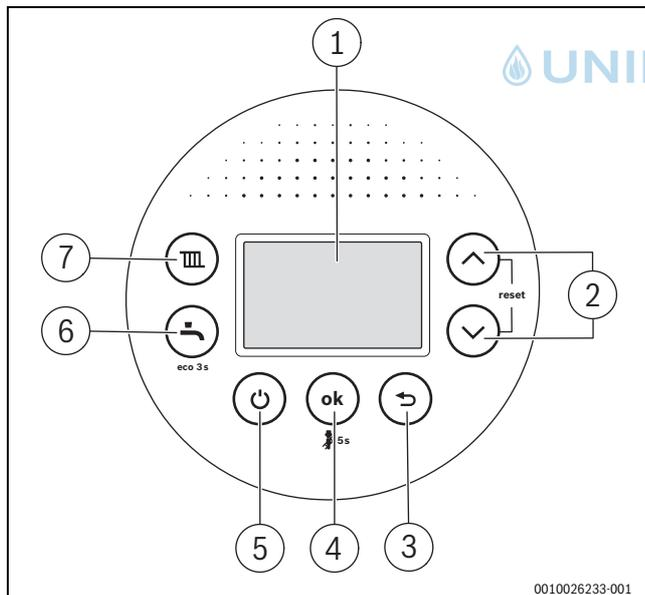

Bild 36 Bedienfeldübersicht
- Warmwasser-Einstellung über das Menü **WARMWASSER**; Aufruf des Menüs mit Taste „Warmwasser“ (→ Bild 36, [6])
- Heizungs-Einstellung über das Menü **HEIZUNG**; Aufruf des Menüs mit Taste „Heizung“ (→ Bild 36, [7])
- Manueller Betrieb z. B. für Abgastest; Taste „ok“ länger als 3 Sekunden drücken (→ Bild 36, [4])
- Statusanzeige und Störungsdiagnose in einem LC-Display (→ Bild 36, [1])
- Notbetrieb; Taste „ok“ länger als 8 Sekunden drücken (→ Bild 36, [4])